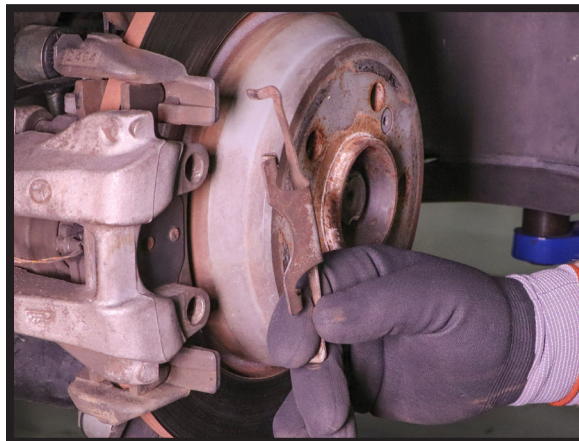

FIGURE 16
5. REMOVE THE BRAKE CALIPER RETAINING CLIP. (FIGURE 16)